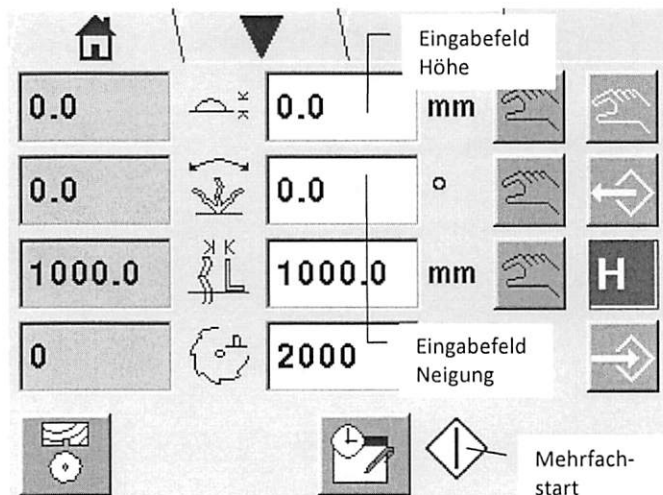
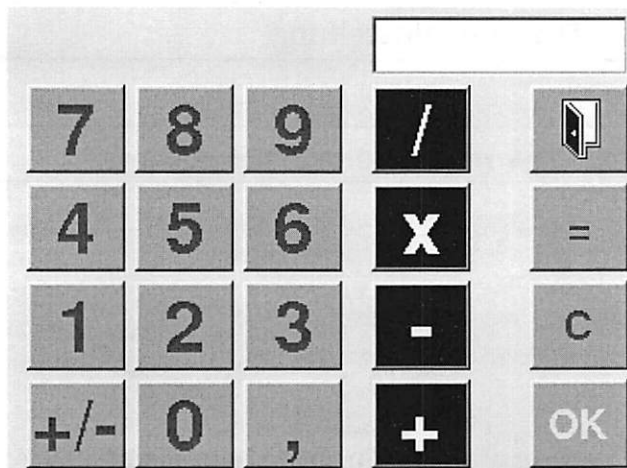

Abbildung 19 Anzeigefeld, Höhen- u. Schwenkverstellung
Abbildung 20 Eingabefeld Höhen- / Schwenkverstellung
Die aktuelle Sägeblatthöhe bzw. Neigung wird im Touchscreen angezeigt. Die Auswahl der Achse erfolgt durch die Berührung des gelben Eingabefeldes (Abbildung 19). Es öffnet sich die Eingabemaske, in welches das gewünschte Maß eingegeben wird (Abbildung 20). Mit Hilfe der Taste „OK“ bestätigen Sie dass Maß.
Erscheint der Hinweis „Mehrfachstart“ (Abbildung 19) so muss nach dem Abschluss der ersten Achspositionierung erneut die Taste „Positionsfreigabe Start“ (D4) gedrückt werden.
Durch Berühren des Eingabefeldes „Stammbblatt-Stärke“ öffnet sich das Eingabefeld (Abbildung 20). Hier muss die auf dem Sägeblatt notierte Stammbblatt-Stärke des Blattes eingetragen werden.
- ➔ Es öffnet sich die Eingabemaske (Abbildung 20)